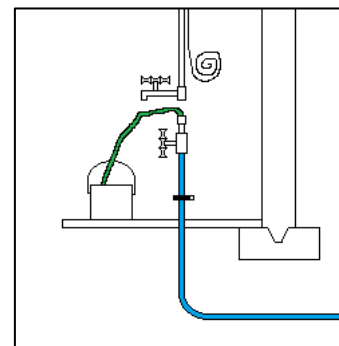

FIGURE 10
- 10.10 Le plombier coupe la conduite d'eau au-dessus de la valve principale puis installe un manchon à branchement rapide muni d'un boyau flexible (FIG. 10).